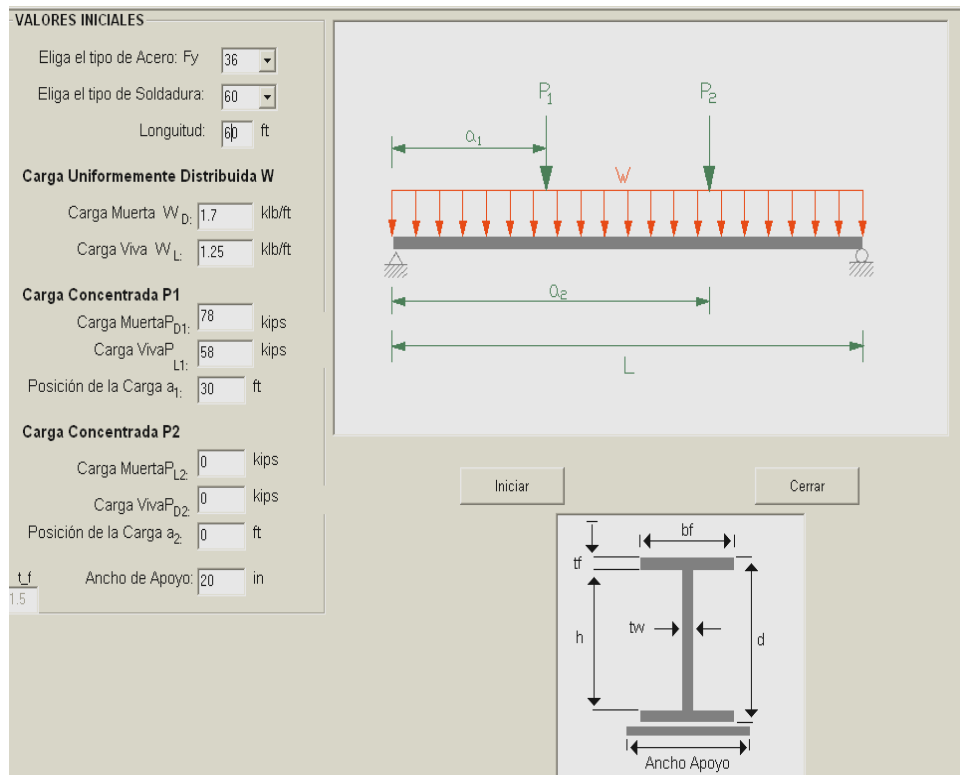

Figura 6.2 Captura de Datos.
1. La captura de los datos se muestra en la Figura 6.2.